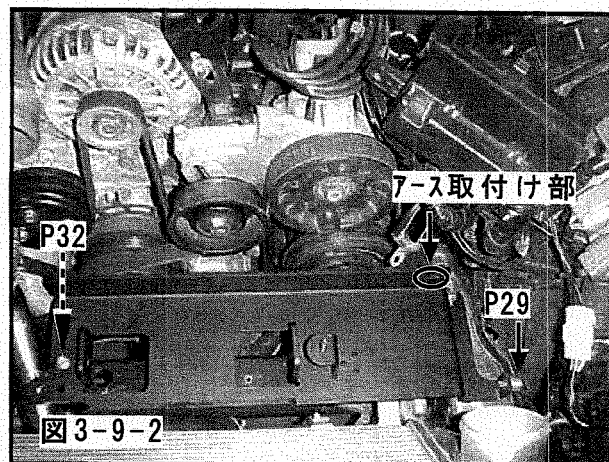

図 3-9-2
(図3-9-2)
(6) マイナス側ハーネスのアース部分を取付けてください。(図3-9-2)